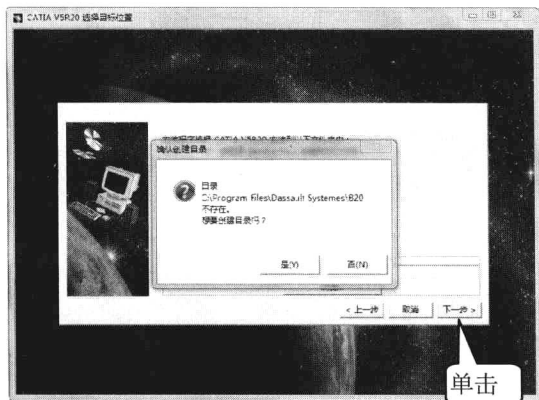

图 1-5
4. 默认目标安装位置, 单击“CATIA V5R20 选择目标位置”对话框中的 **下一步>** 按钮, 弹出“确认创建目录”对话框, 如图 1-5 所示。系统提示创建的文件夹不存在, 询问是